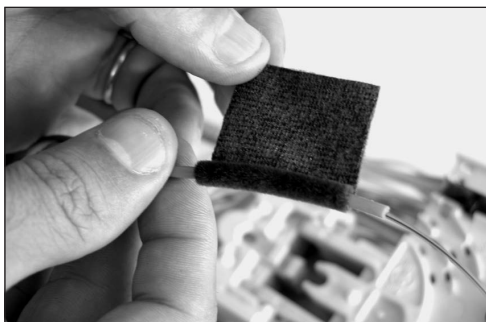

Figura 51
8.3 Aplique duas voltas de feltro azul protetor no tubo de transporte a partir de 10 mm da ponta cortada (figura 51).